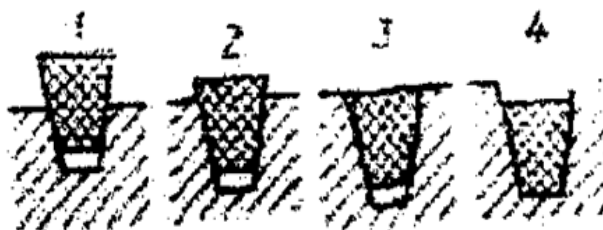

Рисунок 9.
**82. В каком сечении правильно показано положение клинового ремня в ручье шкива (рис. 9)?**